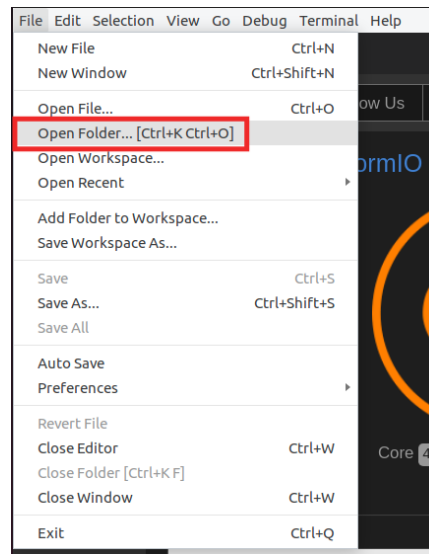

Figura 81. Abra el ejemplo AL_Operations.S
3. En la barra superior, haga clic en *File→Open Folder...* (Figura 81), y navegue al